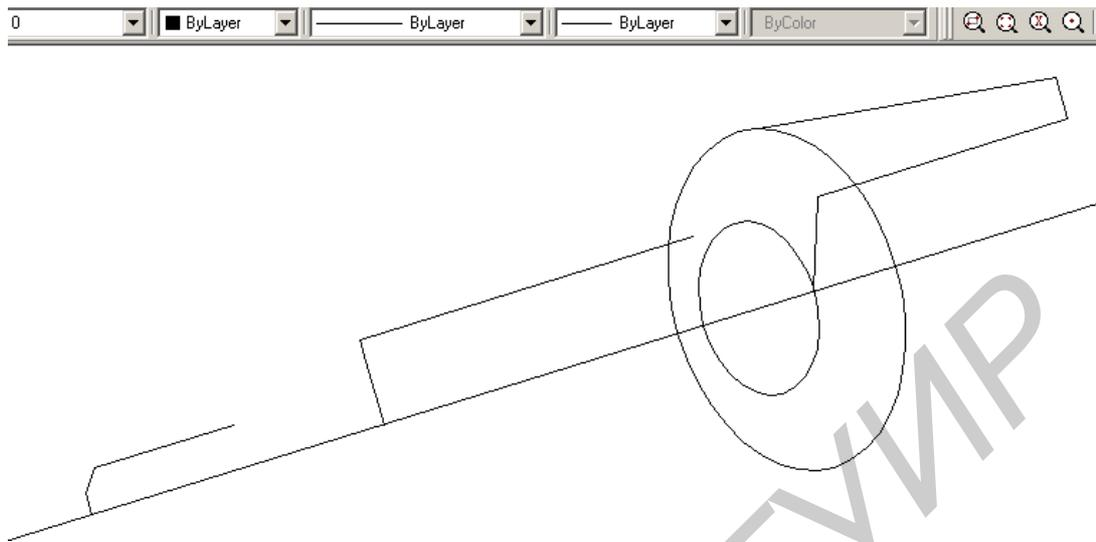

Рис. 20. Результат вспомогательных построений модели
1.7. Построить образующие конической поверхности и глухого отверстия $d = 8$. Для этого с помощью команды **3DPOLY** построить полилинию с вершинами (50, 0, 8.5), (72, 0, 6), (72, 0, 4), (54, 0, 6) и (51.7, 0, 0) (рис. 20).